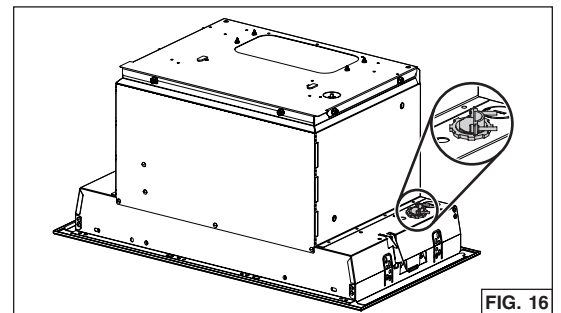

FIG. 16
4. Perforer **une** des deux ouvertures préamorcées (en gris dans la FIG. 16). Installer un serre-fils approprié de 7/8 po de diamètre (non inclus).